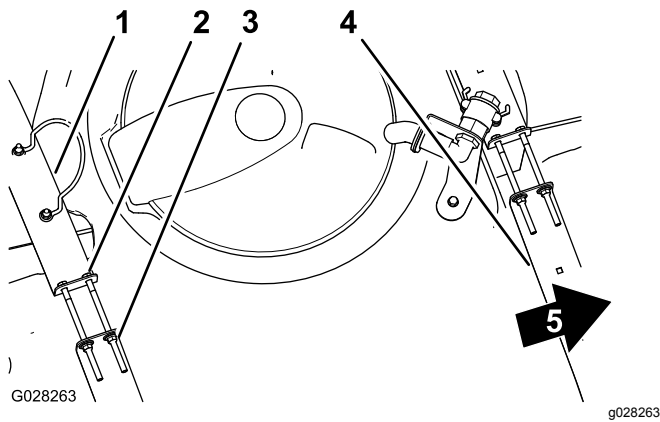

図 81
2. タンクとタンク固定ベルトとの間に、たるみがないか点検する **図 81**。
3. ベルトにゆるみがある場合には、ベルトの上部にあるフランジロックナットとボルトを締めてベルトとタンクとが面一になるようにする **図 81**。